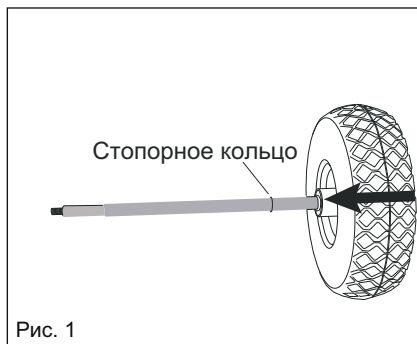

Рис. 1
1. Наденьте колесо (12) со штоком клапана, обращенным наружу, к оси (16) (рис. 1).